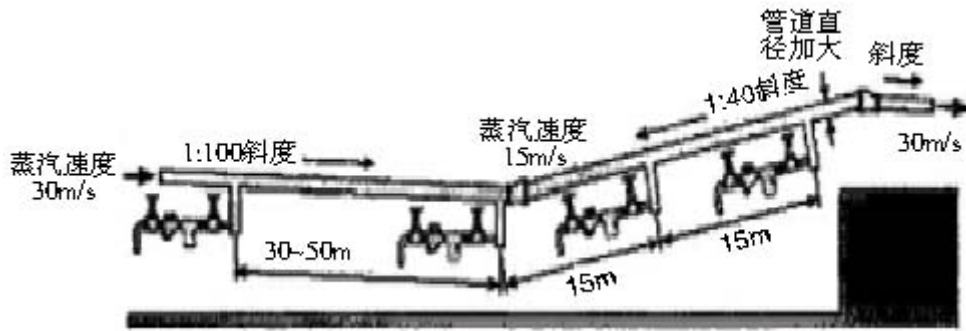

图 3 滤水点设置
(1) 取大一些的管径以降低蒸汽流速，使之不超过 15m/s；(2) 上坡管线安置的斜度不小于 1:40 斜度；(3) 这一段管道设置的排水点间隔不超过 15m(图 3)。